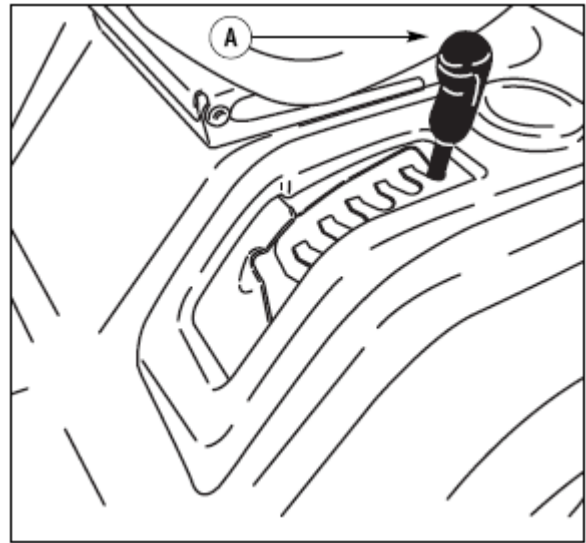

Рис. 15:
1. Переместите рычаг подъема деки вперед, чтобы опустить корпус газонокосилки и назад, чтобы поднять его (рис. 15).